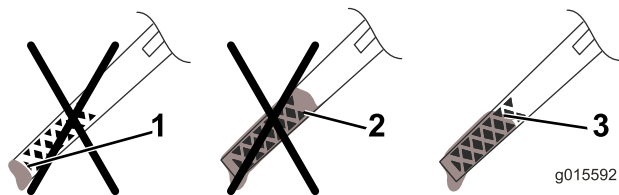

Figura 7
5. Retire la varilla y compruebe el nivel de aceite en la misma (Figura 7).